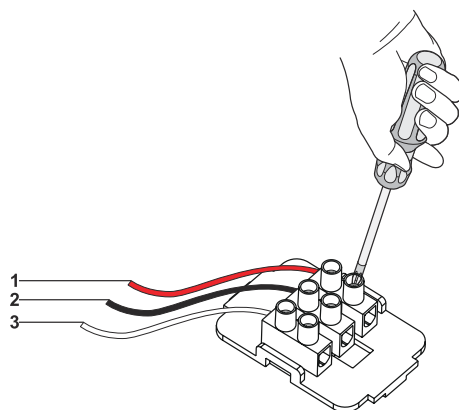

Fig. 17
- 1. ➤ **NC / COM:** Når disse 2 forbindelser bruges og emhætten slukkes vil emhætten give det forbundene apparat konstant signal. (Fig. 17).
- 2. ➤ **NO / COM:** Når disse 2 forbindelser bruges og emhætten tændes vil emhætten give det forbundene apparat konstant signal. (Fig. 17).